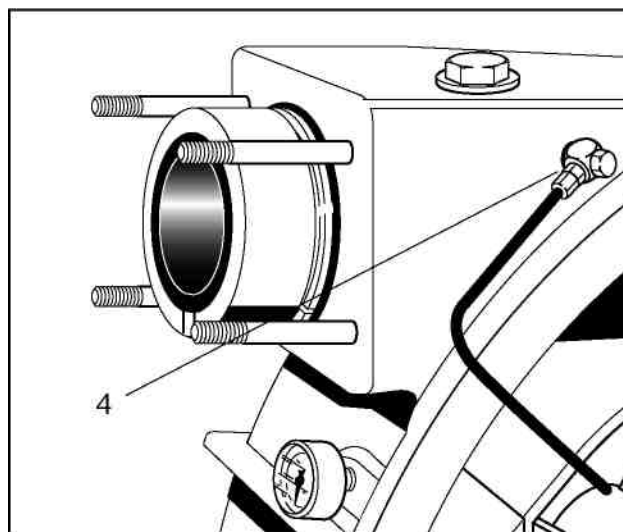
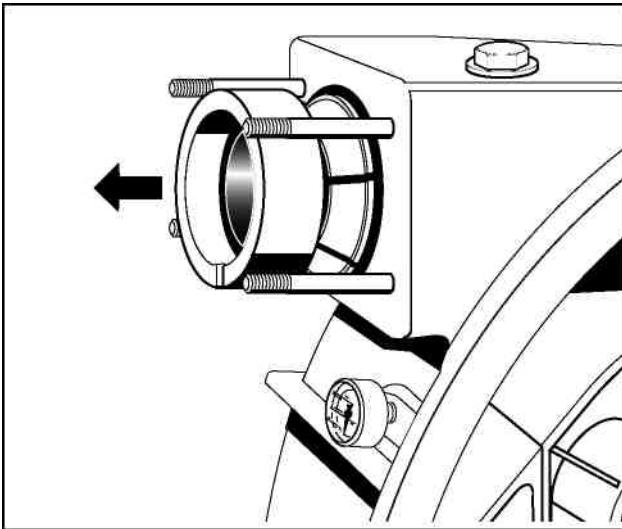

Рис. 14 4 Вентиляционная трубка
Рис. 15
6. Затем разобрать вентиляционную трубку с всасывающей и нагнетательной сторон (Рис. 14). Снять дистанционное, секционное, установочное кольца и уплотняющую прокладку со шланга (Рис. 15).